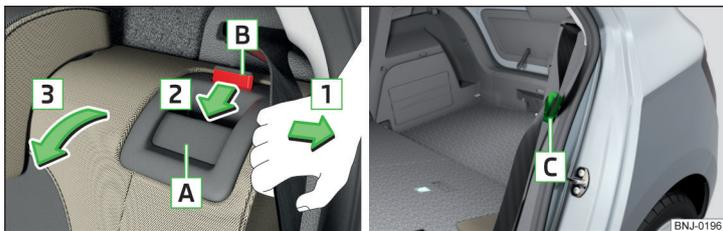

Fig. 56 Virar o encosto do banco para a frente / posição de disponibilidade do cinto de segurança
- Puxar o cinto de segurança exterior para o revestimento lateral no sentido da seta **1** » Fig. 56.
A alavanca de desengate do cinto de segurança exterior **C** pode ser inserida no revestimento lateral - posição de operacionalidade » Fig. 56.